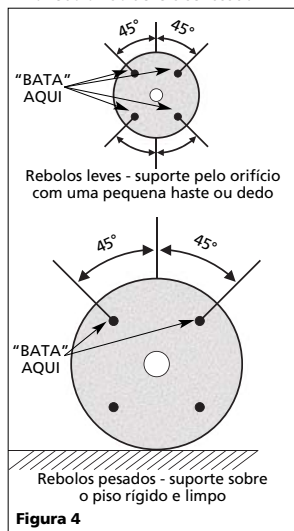

Figura 4
- Certifique-se que o rebolo que você deseja montar como substituto não apresente rachaduras, áreas com rebarbas ou defeitos. Monte o rebolo em uma haste ou caneta através do orifício da árvore e rosqueie a lateral do rebolo (nas posições mostradas na Figura 4) com um implemento leve, não metálico, como um cabo de uma chave de fenda. Um rebolo em bom estado e não danificado gerará um som claro. Se estiver rachada, haverá um som abafado ou fraco e não um zunido claro. Se danificado, o rebolo não deverá ser usado.